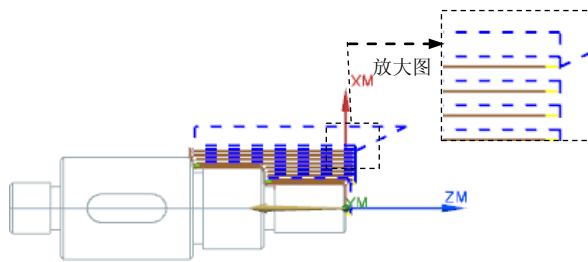

图 9.14 刀路轨迹
Step1. 单击“外侧粗车”对话框中的“生成”按钮，生成刀路轨迹如图 9.14 所示。